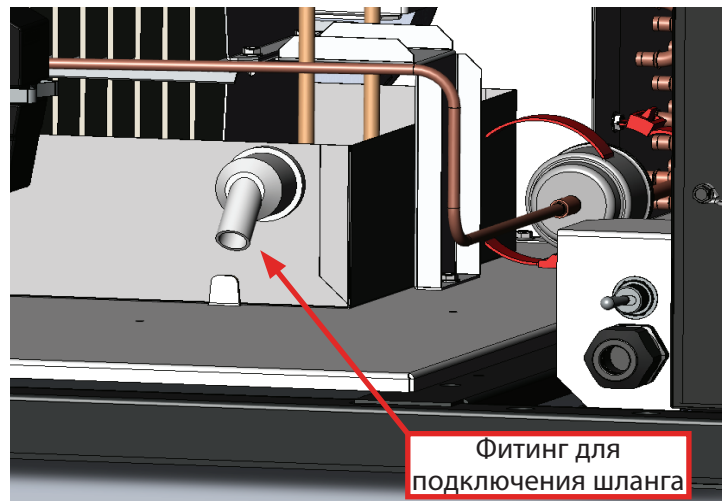

Рис. 1. Вид сзади со снятой проволочной решеткой.
2. Снять заднюю проволочную решетку. См. рис. 1.